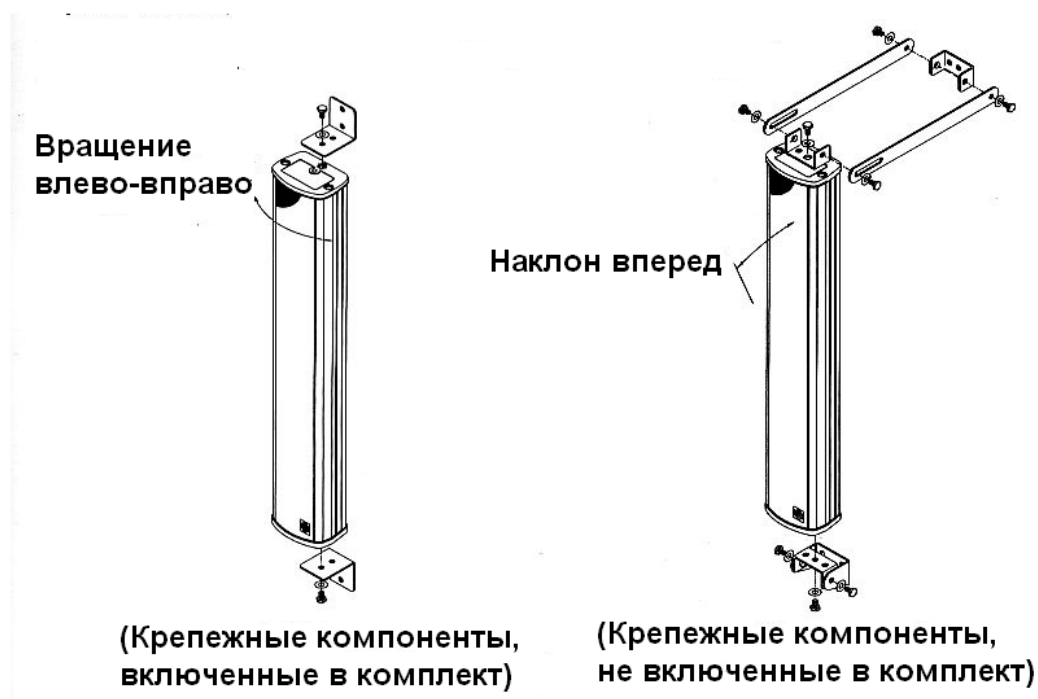

Рис.1
5. Крепление к стене. Эти способы показаны на рис. 1 и 2